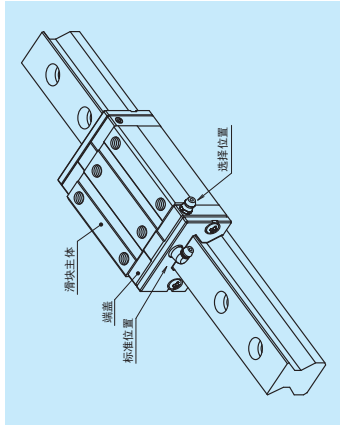
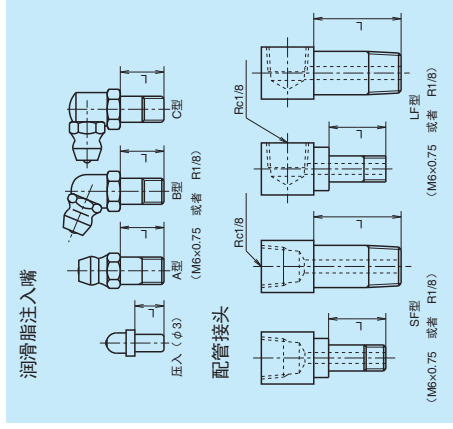

图 12 润滑用零件的安装位置
图 14 润滑脂注入嘴和专用配管接头
(1) 润滑用零件的种类
- RA 系列的润滑脂注入嘴和配管接头如图 14、表 11 所示。
(2) 润滑用零件的安装位置
- 在 RA 系列中，润滑脂注入嘴和专用配管接头标准型号的安装在滑块的端面上。作为自由选择也可安装在滑块的端面上。作为自由选择也可安装在端盖的侧面(图 12)